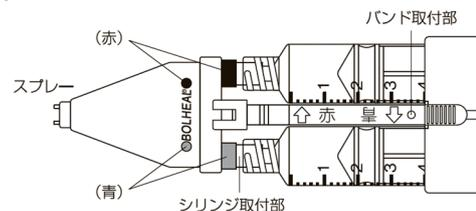

図3
- 8.バンドの穴をバレルホルダーに固定する。(図3)
- \*\*7.本品のコネクターとボルヒール調製器セットを一度取り外し再び取り付ける場合もスプレーの色の表示とシリンジの色を合わせる。こと。（図3の通り）取り付け位置を逆にするとスプレー内でボルヒール®組織接着用が硬化し、本品が使用出来ない可能性がある。